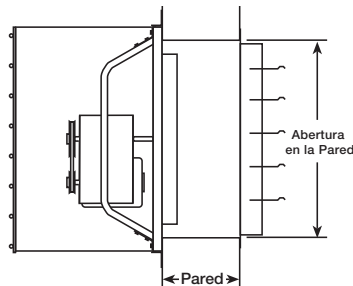

Figura 3 — Instalación de Ventilador Directo a la Pared con Protector Directo a la Pared
- a. La Figura 3 muestra la instalación directa en la pared para ventiladores aspirantes. Primero monte el ventilador en la pared. Luego monte el protector en la pared.